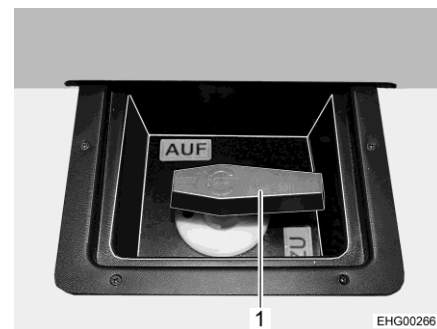

Bild 145 Manöverspak (avloppstank)
Avtappningskranen för avloppsvatten aktiveras med en manöverspak (Bild 145,1). Manöverspaken (Bild 145,1) för tömning av avloppsvattnet sitter i dubbelgolvet under en kåpa. Avloppsröret med anslutning för en avloppsslang återfinns under fordonet, på höger sida.
- Öppna avtappningskranen. Vrid för detta manöverspaken (Bild 145,1) till avtappningsventilen till läget "AUF" (öppen). Avloppsvattnet rinner ut.
- Stäng avtappningskranen när avloppsvattnet har tömts ut helt. Vrid för detta manöverspaken (Bild 145,1) till avtappningsventilen till läget "ZU" (stängd).